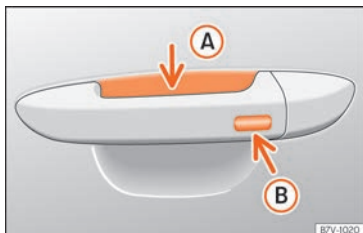

Fig. 121 Système de fermeture et de démarrage sans clé Keyless Access : poignée de porte.
» fig. 121
Keyless Access est un système de fermeture et de démarrage sans clé qui permet de déverrouiller ou de verrouiller le véhicule sans utiliser activement sa clé. Pour ce faire, il suffit d'approcher l'une des clés du véhicule d'une zone de détection correspondant à la tentative d'accès au véhicule » fig. 120 **A** puis de toucher l'une des surfaces sensibles des poignées de porte » fig. 121 ou d'actionner le *softtouch* ou la poignée du hayon arrière » page 141 » **!**
- Saisissez la poignée de l'une des portes avant. Lorsque vous touchez la surface sensible » fig. 121 (A) (flèche) de la poignée de porte, le véhicule se déverrouille.
- Appuyez sur le bouton de verrouillage  de la radiocommande puis, dans les 5 secondes, touchez une fois la surface sensible de verrouillage de la poignée de porte du conducteur »» fig. 121 . Ne saisissez pas la poignée de porte, ou sinon le véhicule ne se verrouillera pas. Il est également possible de procéder à la désactivation si le véhicule est verrouillé via la serrure de la porte du conducteur.